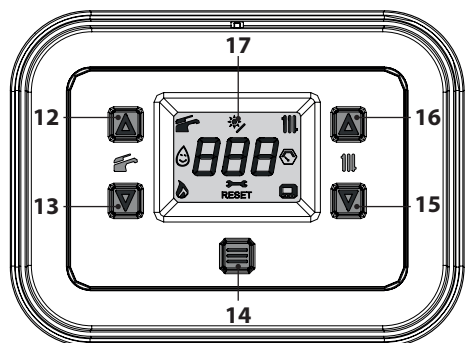
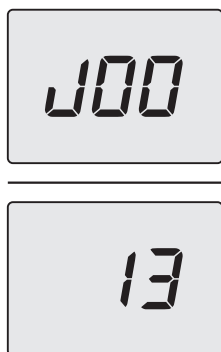

Figura 3.9
Figura 3.10
Per accedere alla modalità INFO tenere premuti contemporaneamente i tasti 15 e 16 (Figura 3.9) fino a far apparire sul display l'indice "J00" che si alterna al valore del parametro (Figura 3.10).
- tenere premuti contemporaneamente i tasti 13 e 15 per 5 sec. (Figura 3.9) (salita di un livello).
Per il ripristino del normale funzionamento della caldaia, basta premere il tasto 14 (Figura 3.9).